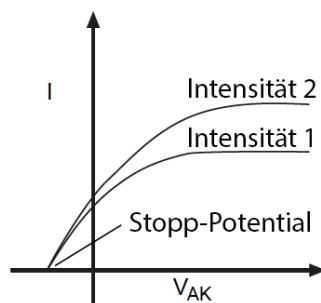

Abb. 2: Strom vs. Intensität
- Ist die Spannung zwischen Kathode und Anode größer als die Stoppspannung, erhöht sich der Photostrom schnell und erreicht anschließend den Sättigungsbereich. Der Sättigungsstrom ist proportional zur Intensität des einfallenden Lichtes (Abb. 2)